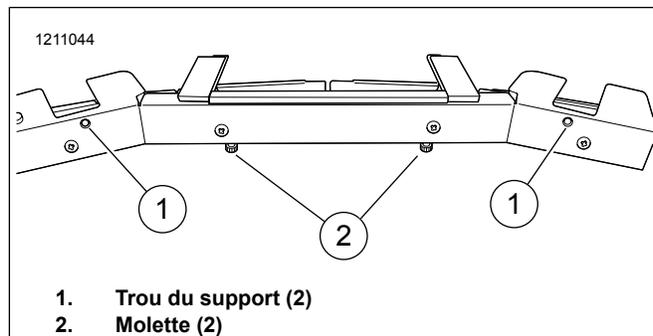

Figure 4. Trous de montage du support
3. Voir la Figure 4. Placez la lumière sur une zone de travail avec les molettes (2) vers le bas et les trous du support (1) vers le haut.
12. Voir la Figure 4. Serrez la vis du support de montage (2) pour fixer la lumière au pare-brise.